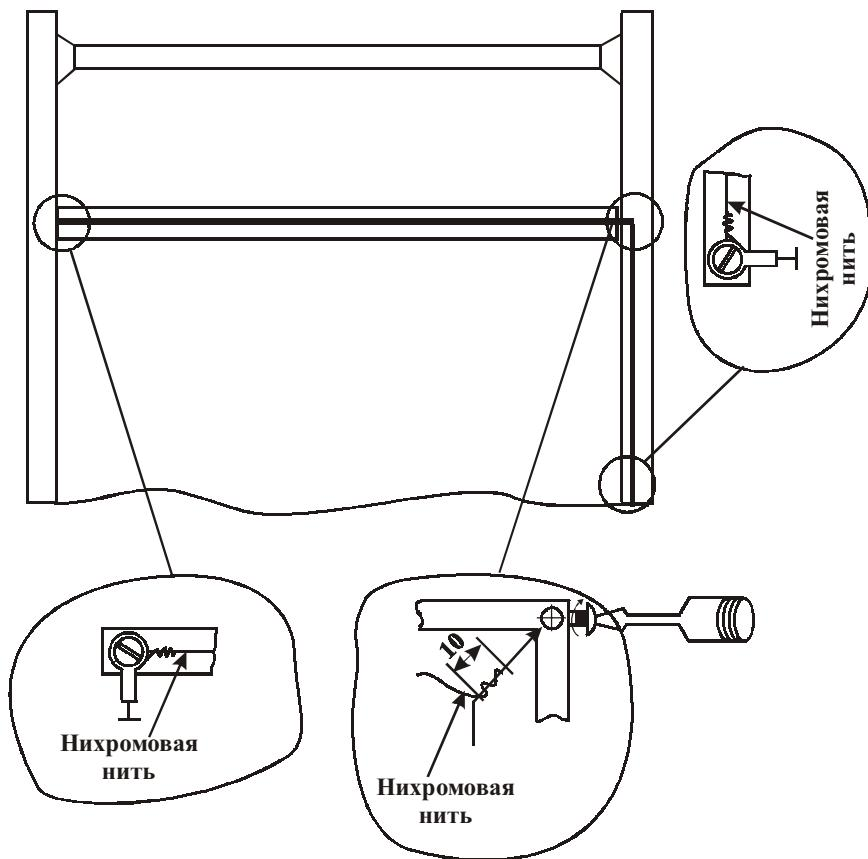

Рис. 2. Схема замены ножа.
Режущим и одновременно сваривающим инструментом термоножа является никромовая нить (рис. 2), мгновенно нагревающаяся импульсом электрического тока при срабатывании концевого выключателя 2.
2. В случае обрыва никромовой нити или прогара тефлоно-вого покрытия термоножа вследствие нарушения правил эксплуатации или работы аппарата в режиме интенсивной эксплуатации, замену вышедших из строя элементов осуществляет покупатель. Замена никромовой нити осуществляется в следующем порядке (рис. 2):
2.1. Ослабить винты контактных клемм на натяжителях 1, 2 (рис. 2а и 2б).
2.2. Ослабить винт крепления нити в правом углу рамы (рис. 2в) и удалить остатки поврежденной никромовой нити.
2.4. Установить скрутку (1–2 витка) и закрепить ее винтом, как показано на рис. 2в.
2.5. Натянуть нить и закрепить ее на натяжителе 1, как показано на рис. 2а. Перевести подвижный бруск 1 в крайнее правое по рис. 2а положение и, удерживая его, намотать под шайбу, по часовой стрелке, с натягом, два витка никромовой проволоки, после чего, сохраняя натяг, затянуть винт. После отпускания натяжитель не должен отходить более чем на 2 мм от упора, иначе при нагреве он может выпасть из гнезда.
Аналогично натянуть нить на натяжитель 2 (см. рис. 2б).